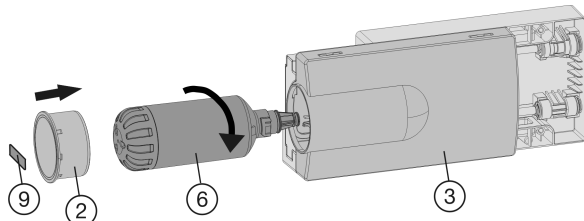

Fig. 40
- Fig. 40 (3).*
- Retire la lámina del filtro de agua *Fig. 40 (6)*.
- Coloque el filtro de agua *Fig. 40 (6)* y gírelo unos 100° hacia la derecha hasta que haga tope.
- Introduzca la tapa del filtro *Fig. 40 (2)*.
- Anote la fecha de la próxima sustitución en la etiqueta adhesiva *Fig. 40 (9)* suministrada y pegue dicha etiqueta en el módulo.